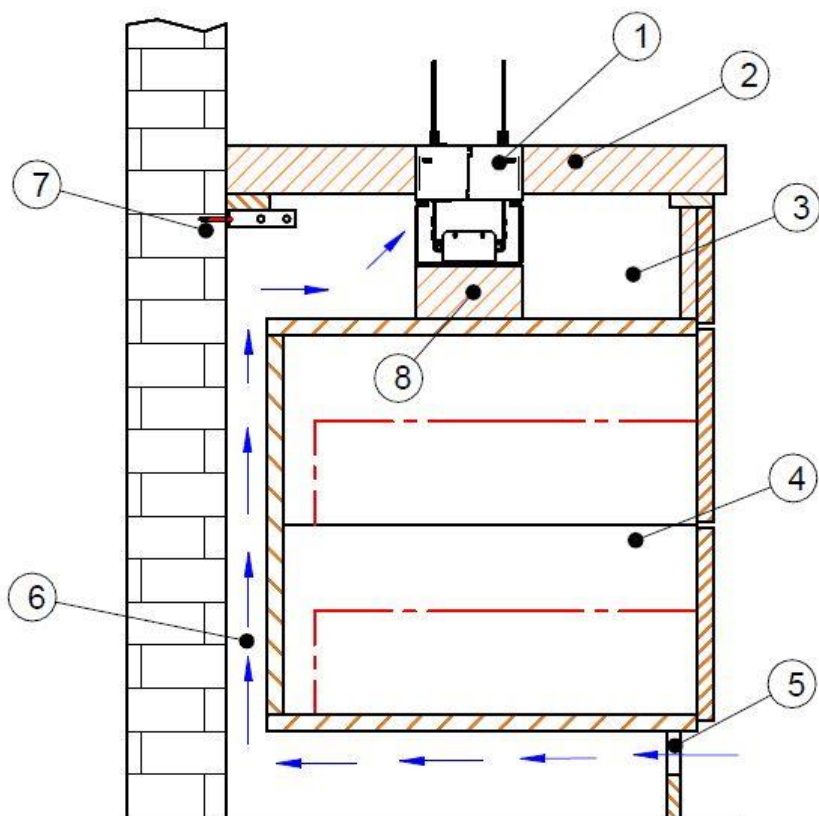

Abb. 1 Beispiel Auszugschrank
- Der Bereich unterhalb des Quadra Inside Automatic SL 500 oder SL 1000-Gehäuses (Gehäuseraum, Abb. 1) darf nicht als Stauraum genutzt werden. Stauraum und Gehäuseraum sind räumlich durch einen Zwischenboden und eine Rückwand voneinander zu trennen.